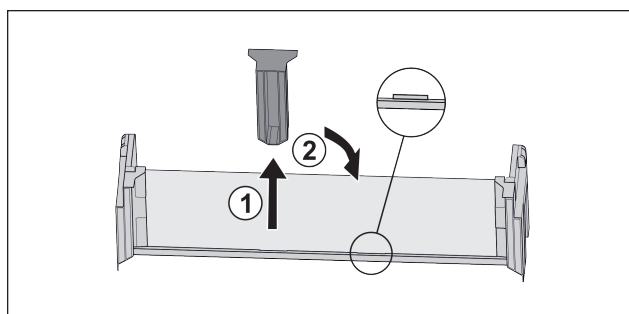

Fig. 20
- ▶ Estrarre l'elemento di supporto centrale Fig. 20 (1).
- Inserire l'elemento di supporto centrale sulla seconda posizione Fig. 20 (2).